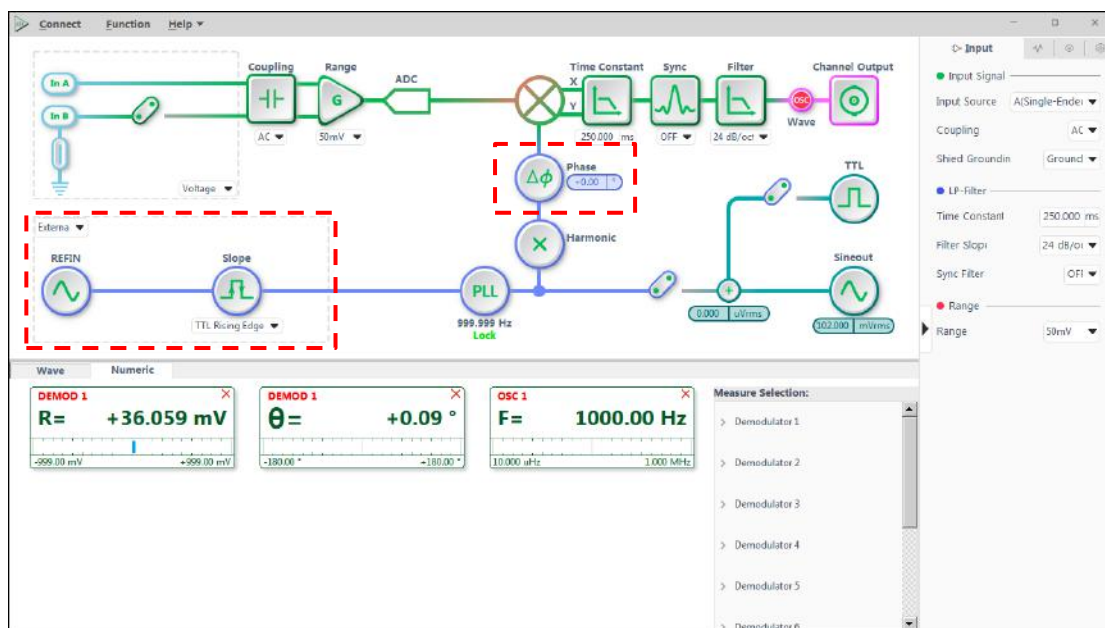

图23. 参考信号配置图
2. 根据表 2 配置，在参考信号配置区域选择参考信号源类型、外部参考和参考相位值，其它选项默认，如图 23 所示：